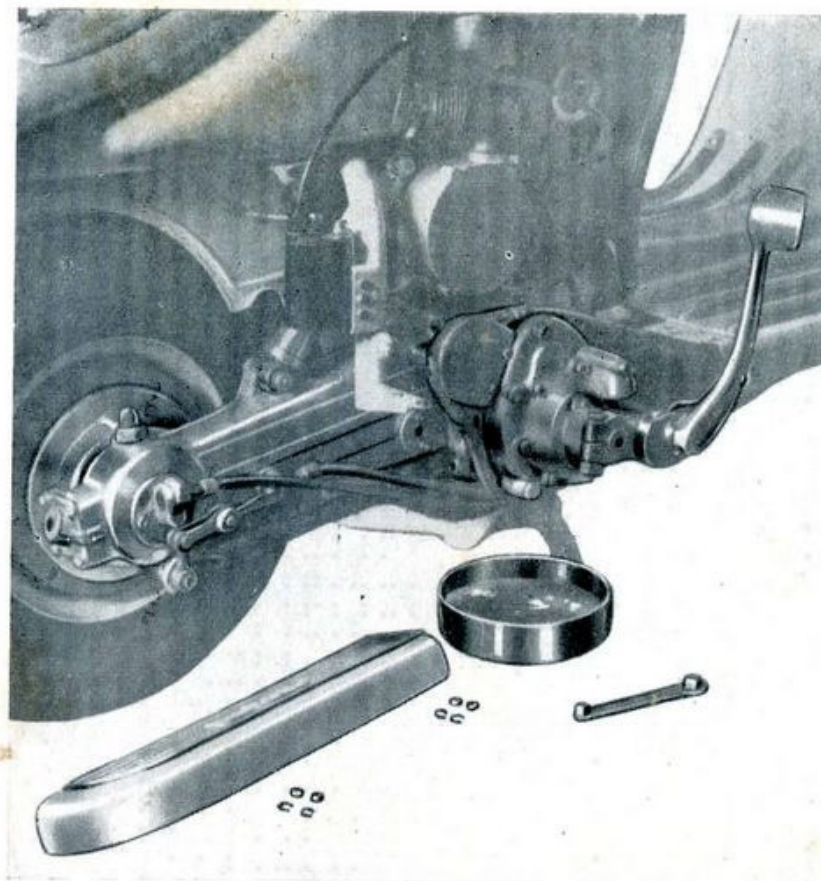

Fig. 15
Operazioni preliminari (fig. 15)
- Op. 2) Porre sotto il gruppo motore una vaschetta per la raccolta dell'olio, come indicato in fig. 15; togliere il tappo di scarico olio situato sotto il carter motore (chiave per dadi a cava esagonale mm 10).